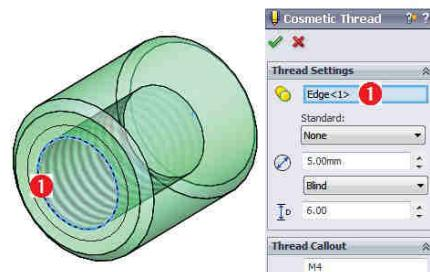

Fig. 2.49
- Pentru câmpul Circular Edges se va selecta muchia circulară **1** de diametru  $\phi 4$ , fig. 2.49.
- For the Circular Edges field select the circular edge **1** with a  $\phi 4$  diameter, fig. 2.49.